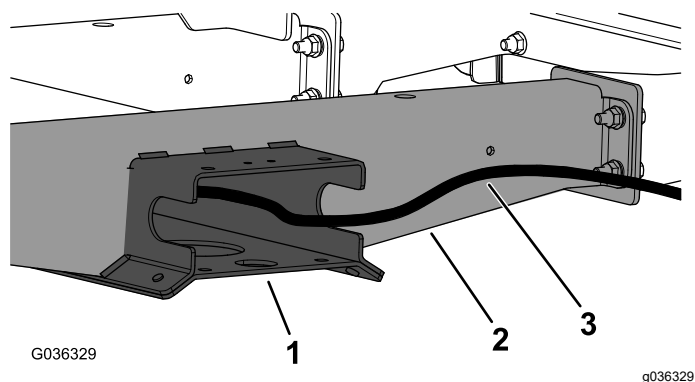

図 6
4. キットのホースを、フロアチャンネルプレートに沿ってフレームチャンネルの開口部に通す 図 6。